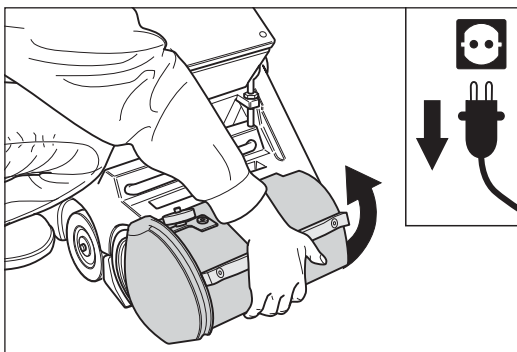

Abb. 37 **Den Netzstecker aus der Steckdose ziehen** und den Walzendeckel nach oben klappen.
- 3 Klappen Sie den Walzendeckel an der Vorderseite des Maschinengehäuses nach oben (Abb. 37).